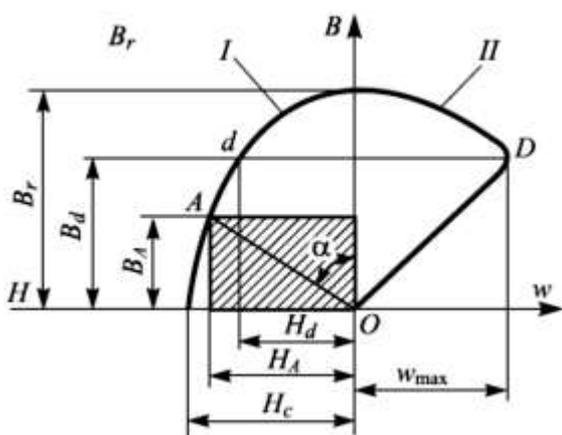

Рис. 1. Участок кривой размагничивания I и кривая магнитной энергии II в воздушном зазоре
4) Известно, что магнитно-твердые материалы служат для производства постоянных магнитов. При этом используется магнитная энергия, возникающая между полюсами магнита. Коэрцитивная сила H_c и остаточная индукция B_r , определяющие качество постоянных магнитов, должны быть как можно выше (рис. 1). С какой концентрацией дефектов достигается повышенное значение H_c :